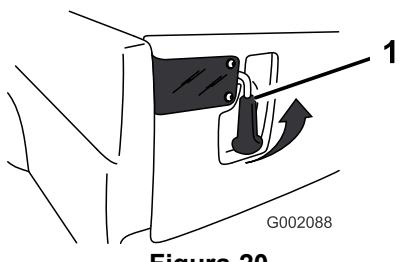

Figura 20
- Per aprire i dispositivi di chiusura della sponda sollevate le relative impugnature (Figura 20). I dispositivi di chiusura scatteranno verso il centro della sponda. Abbassate lentamente la sponda.